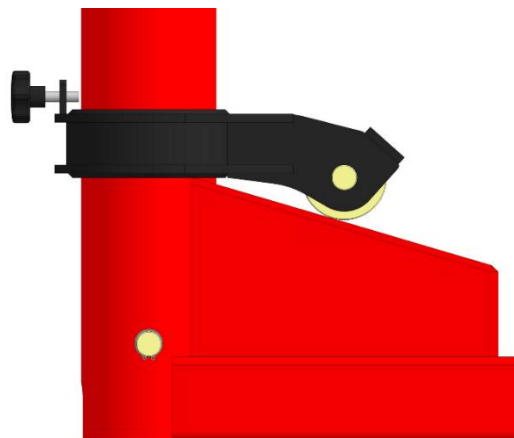

Рисунок 70
- Опущен в самое нижнее положение (рисунок 70).